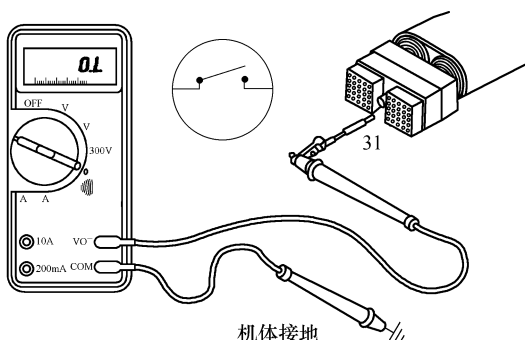

图 5-171 测量触针 31 与接地间的电阻
③ 将制动选择开关放在 2 号位置, 将发动机排气制动开关断开, 测量 ECM 插头触针 31 与机体间的电阻(图 5-171), 应大于 $100\text{k}\Omega$ 。如果电路不是开路, 说明存在短路。